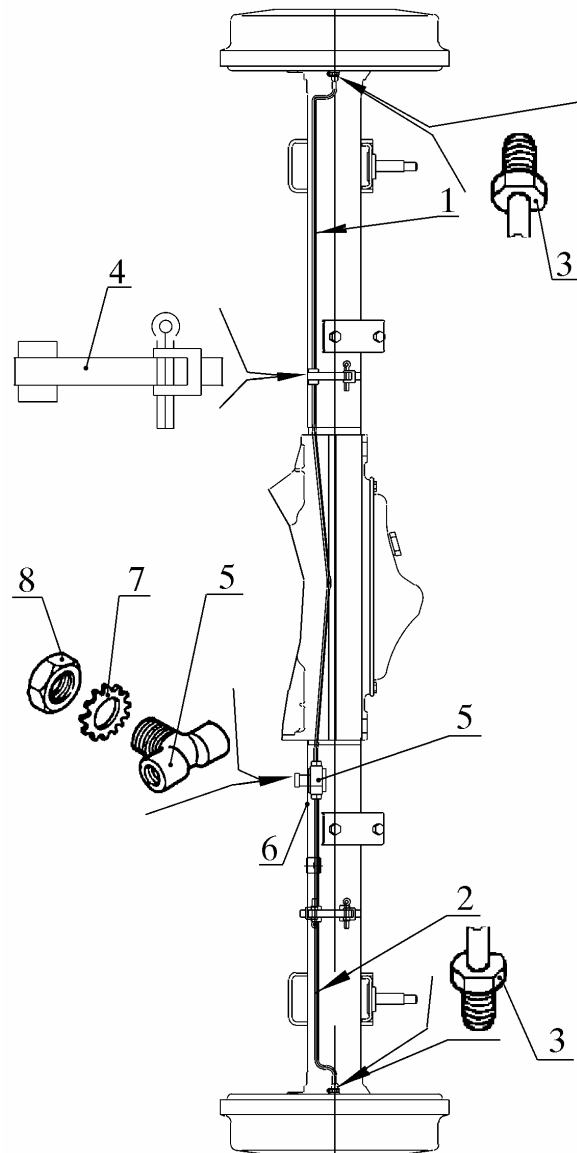

Рис. 11. Снятие трубопровода тормозной системы с заднего моста:
4.16. Снять трубопровод гидропривода тормозов (рис.11) с заднего моста